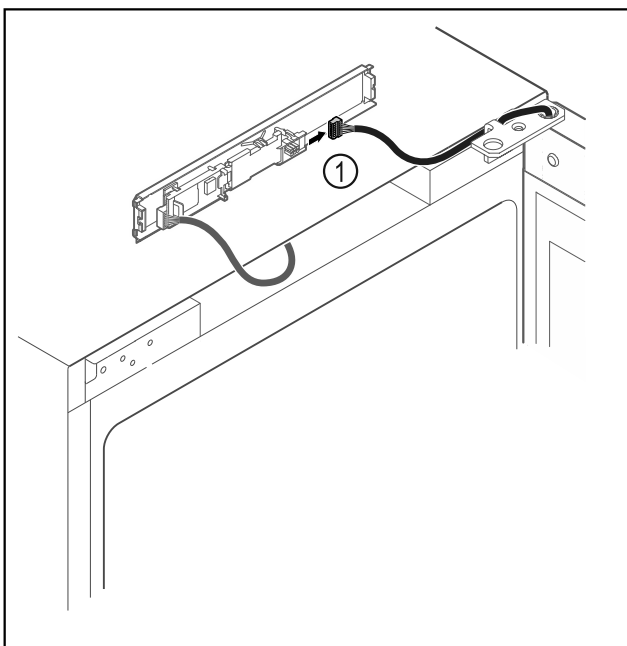

Fig. 12
- ▶ Húzza ki a dugót Fig. 12 (1) a NYÁK-ból.